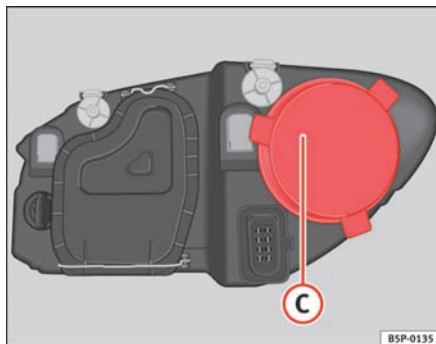

Fig. 159 Fjernlys
- Træk dækslet ⇒ fig. 159 ③ af.